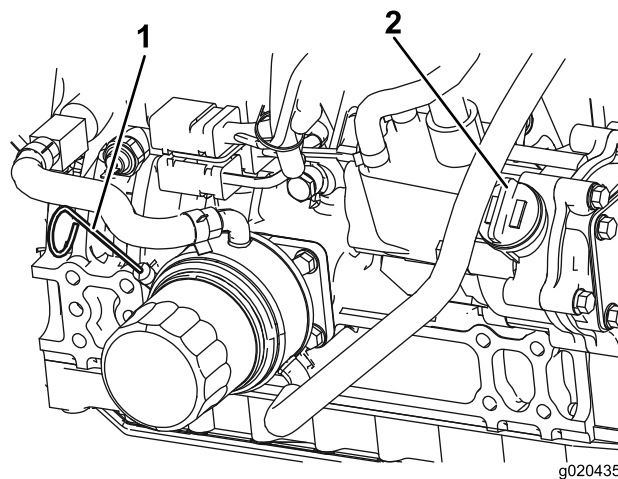

Figure 10
3. Sortez la jauge, essuyez-la sur un chiffon propre, remplacez-la dans le goulot de remplissage, puis ressortez-la. Le niveau d'huile doit se situer entre les repères minimum et maximum (Figure 10).
4. Si le niveau d'huile est trop bas, retirez le bouchon de remplissage (Figure 10) et faites l'appoint d'huile jusqu'à ce que le niveau se situe entre les repères minimum et maximum. **Ne remplissez pas excessivement.**